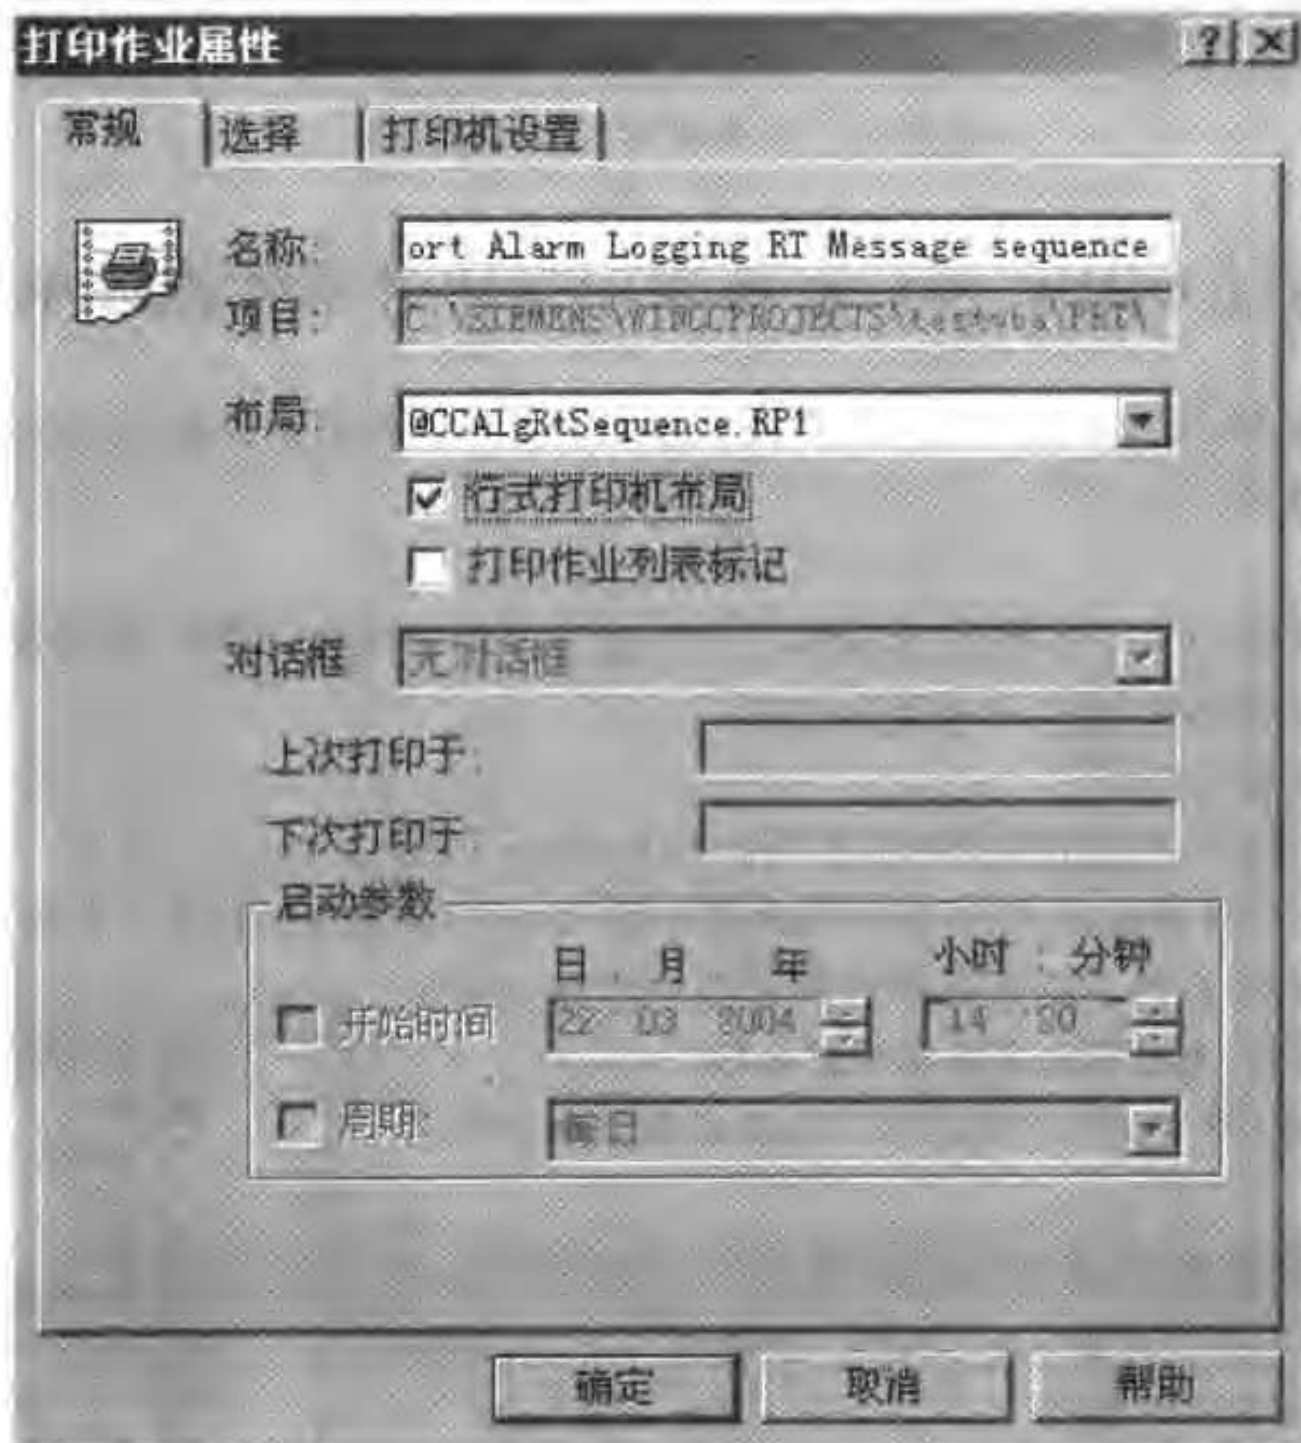

图 9-21 “打印作业属性”对话框
- 双击 WinCC 任务管理器中的系统“打印作业列表”中的@Report Alarm Logging RT Message sequence,打开“打印作业属性”对话框,如图 9-21 所示。